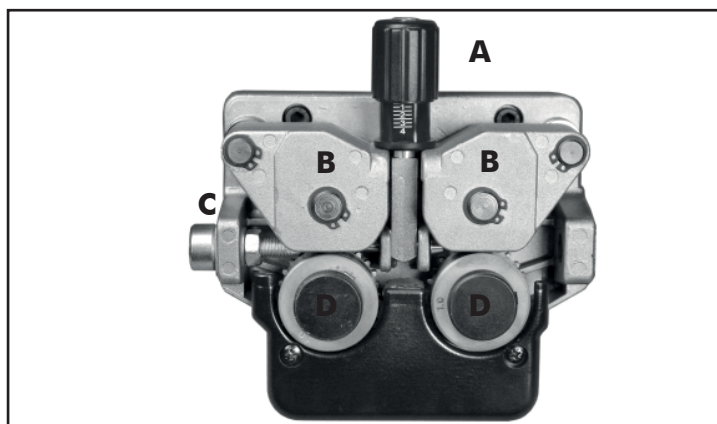

Abb. 13 - Bild 13 Vorschubeinheit.
- Führen Sie das Drahtende durch die Antriebseinheit, dazu öffnen Sie den Anpresshebel (A) Siehe Bild 13 und Klappen die Anpressrollen (B) seitlich weg. Achten Sie darauf das das Drahtende gerade und unbeschädigt ist.
- Führen Sie das Drahtende durch den Zentralschluss schließen die Anpressrollen und Drücken diese mit dem Anpresshebel (A) an. Achten Sie darauf das der Anpressdruck nicht zu hoch ist. Die Rollen sollten durchdrehen wenn die Schweißdrahtförderung blockiert ist.